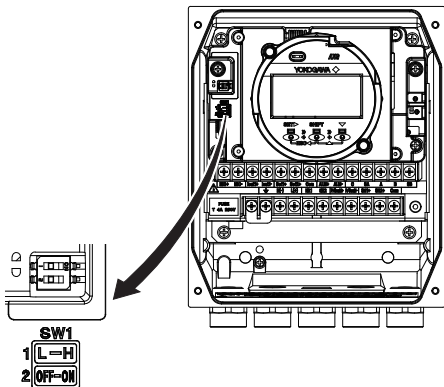

图6.3.4 硬件开关
断偶功能设置CPU损坏时的电流输出方向。出厂时,断偶方向设置为High (即 $>21.6\text{ mA}$);但是,如果已指定可选项代码C1或C2,输出方向将设置为Low (即 $<2.4\text{ mA}$)。更改断偶方向时,必须使用断偶开关(即SW1-1)(请参阅图6.3.4)。
写保护功能既可通过写保护开关(SW1-2)(参阅图6.3.4)实现,也可通过软件参数设置功能实现。如果启用这两项中的任一项,将禁止参数改写。
(2) 小心连接至显示单元的接头和电缆,如图6.3.4所示移动显示单元,并设置开关。此时不要移除接头。